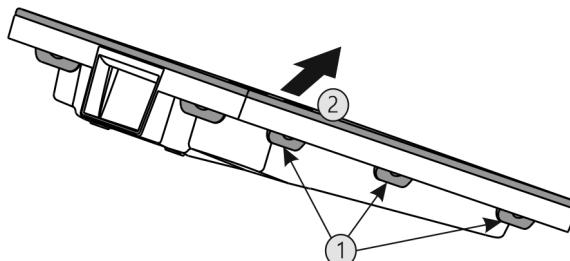

Fig. 39
- Stlačte za sebou všechny západky Fig. 39 (1) a sejměte kryt Fig. 39 (2).